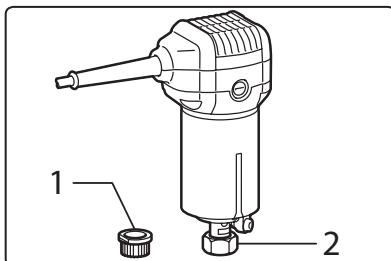
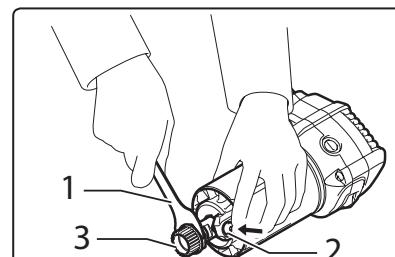
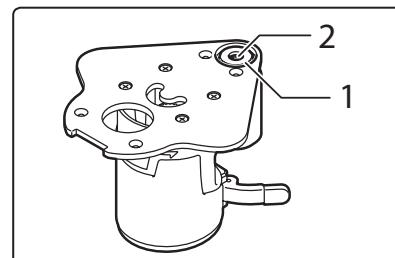

Abb. 26A
Abb. 26B
Abb. 26C
1. Ersetzen Sie die Spannmutter (Abb. 26A, Position 2) durch die Riemscheibe (Abb. 26A, Position 1), indem Sie den Schraubenschlüssel zum Verriegeln der Spindel (Abb. 26B) verwenden. **Entfernen Sie den Spanneinsatz aus der Lagerbuchse, bevor Sie die Riemscheibe an der Spindel befestigen.**
2. Setzen Sie die Frässpindelhülse (Werkzeug) in das Wellenmontagegehäuse der vorgesetzten Grundplatte (Abb. 26C, Position 2) und schrauben Sie dann die Spannmutter (Abb. 26A, Position 2) auf die Welle. Führen Sie den Fräserkopf tief genug in den Spanneinsatz ein, um den Fräser während des Betriebs ausreichend zu sichern.